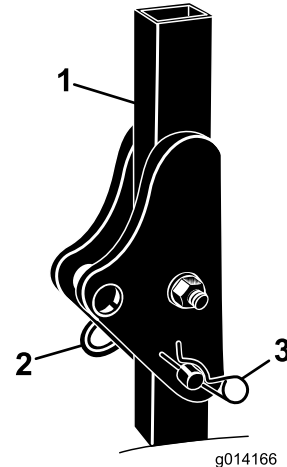

Figura 5
2. Eleve la barra antivuelco a la posición vertical y sujétela con los 2 pasadores y las 2 chavetas (Figura 5).
1. Retire las 2 chavetas y los 2 pasadores de la barra antivuelco (Figura 5).